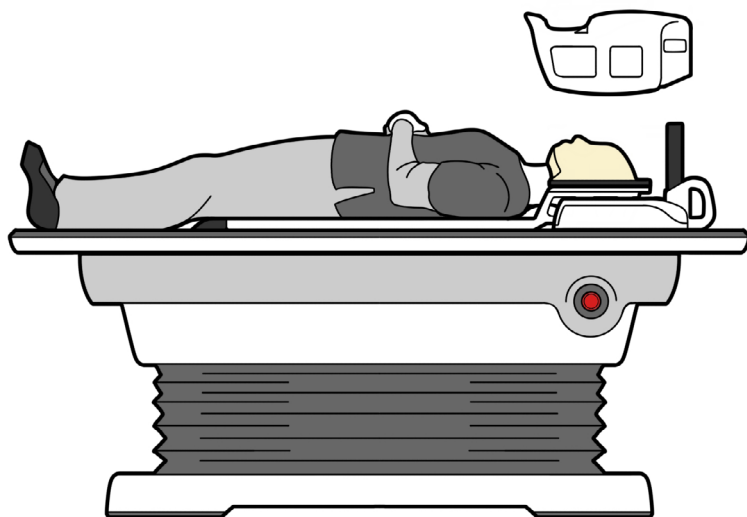

Рис. 14
2. Нажмите кнопку регулировки высоты, чтобы поднять верхнюю катушку от лица пациента, оставив верхнюю катушку прикрепленной к нижней (рис. 14 и 15).